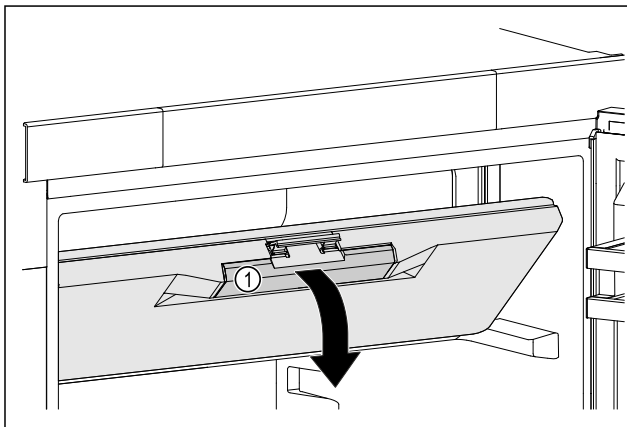

Fig. 43
- ▶ Fogja meg a fagyasztórekesz ajtaját a fogantyúmélységénél Fig. 43 (1).